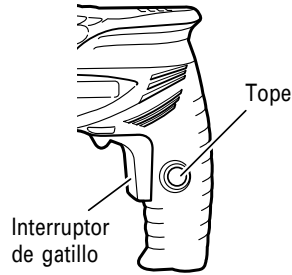

Fig. 9
1. Operación del interruptor (Fig. 9)